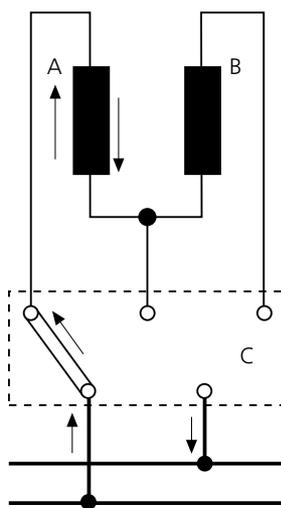

Fig. 13
5. Conexión de A y B en paralelo: el consumo es máximo (fig. 13).